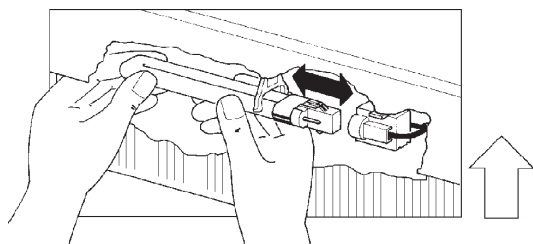

Fig. 34
- Positionnez la lampe comme l'indique la figure 34. Appuyez vers la droite jusqu'à l'enclenchement dans la douille.